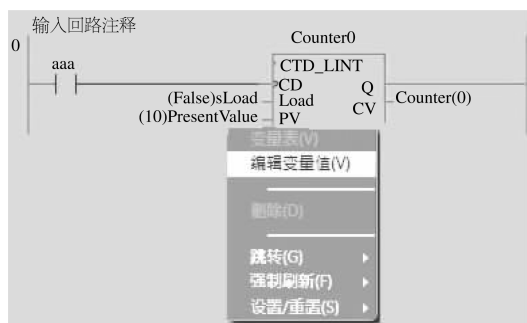

图 5-33 改变变量当前值
1) 如图 5-33 所示，在梯形图编辑器，右击变量，选择“编辑变量值”，或右击变量的当前值。